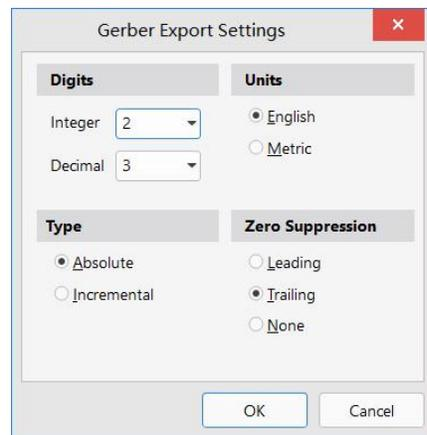

图5-27 “Gerber Export Settings”对话框
- 10) 单击“Settings”按钮，打开如图5-27所示的“Gerber Export Settings”（Gerber导出设置）对话框。